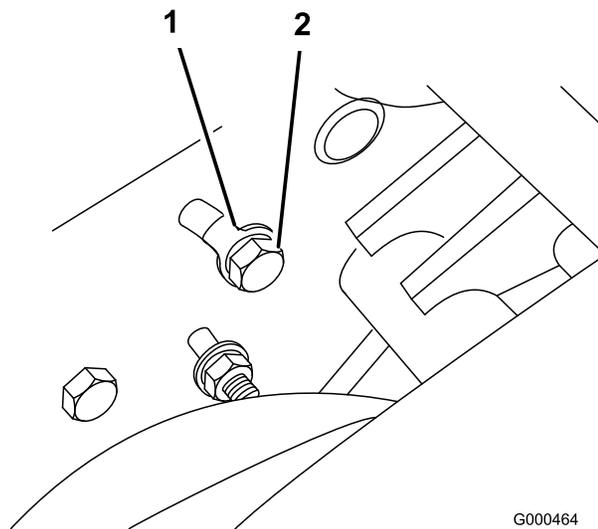

Figura 40
A. En la parte trasera de la chapa lateral, afloje el perno que fija el soporte de la polea tensora a la chapa lateral (Figura 40).